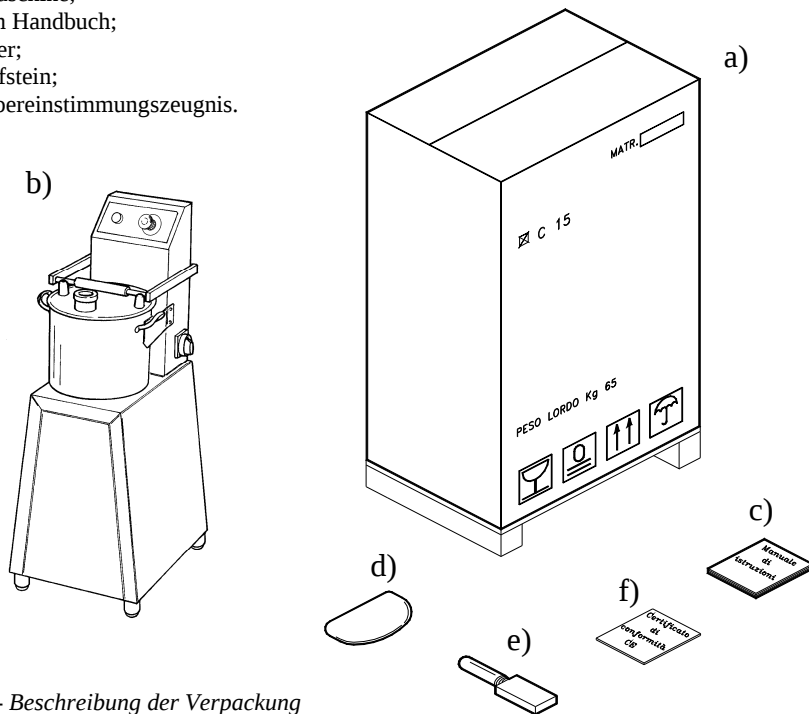

ABB. Nr. 3 - Descrizione della Verpackung
3.1 - VERSAND DER MASCHINE (siehe ABB. Nr. 3)
Am Empfang, wenn es keinen äußeren Schaden geben, machen das Frachtstück auf und kontrollieren die Vollständigkeit des Inhalts (siehe ABB. Nr. 3). Wenn an der Lieferung das Frachtstück Zeichen von Misshandlung, Aufschlag, oder Fall zeigt, muß man das Schaden innerhalb drei Tage von dem auf den Dokumenten angegebenen Lieferungstermin dem Frachter zutragen und, womöglich, einen genauen Bericht über die von der Maschine erlittenen Schaden verfassen. **Die Frachtstück nicht umstürzen!!** Bei der Beförderung machen sich sicher, daß das Frachtstück an der vier Ecken festgehalten wird (es muß immer gleichlaufend zu dem Boden sein).